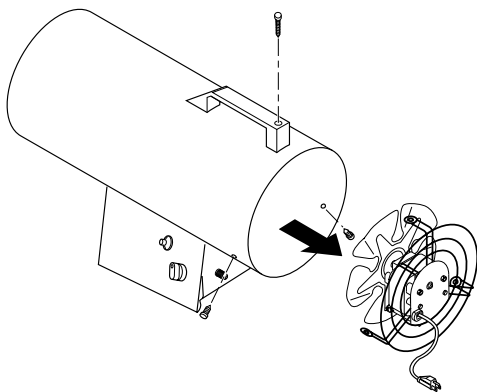

Figura 10: Desmontaje del motor y el resguardo del ventilador del calentador
2. Desmonte el motor y el resguardo del ventilador de la cubierta del calentador (consulte la figura 10).